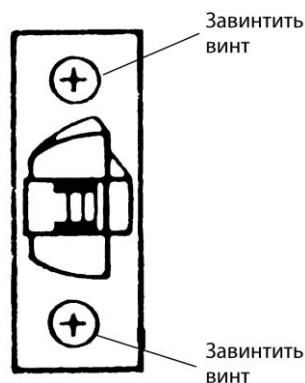

Рис. 8.6. Установка защелки
4. Вставлять защелку в отверстие в крае двери глубиной 1 дюйм до тех пор, пока лицевая пластинка защелки не окажется заподлицо с краем двери. Зафиксировать лицевую пластину защелки двумя винтами с крестообразными головками, которые есть в комплекте поставки (рис. 8.6).